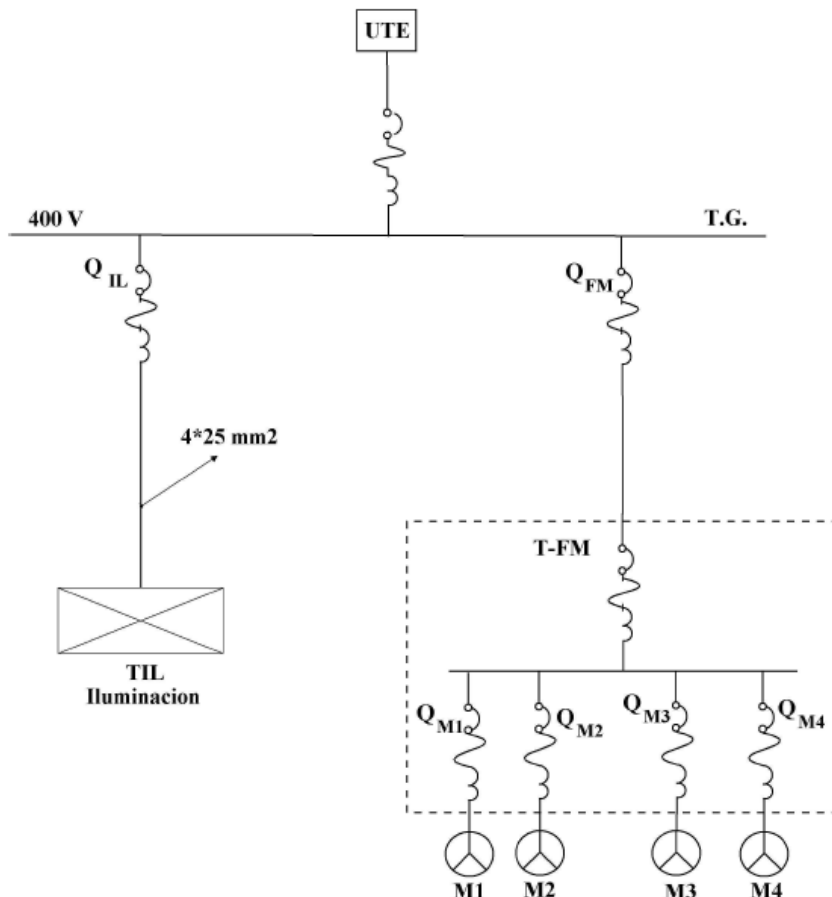

Figura 4: Diagrama unifilar del Ejercicio 4
En una planta industrial se pretende agregar al proceso, una sala con bombas y compresores para lo cual se instalarán dos tableros nuevos (TIL y TFM), alimentados directamente del tablero general (TG), como se indica en la figura 4. El nivel de cortocircuito trifásico actual en barras del tablero general es de  $35kA_{eff}$  en 400 V, y se considera que la impedancia de la red es puramente inductiva.